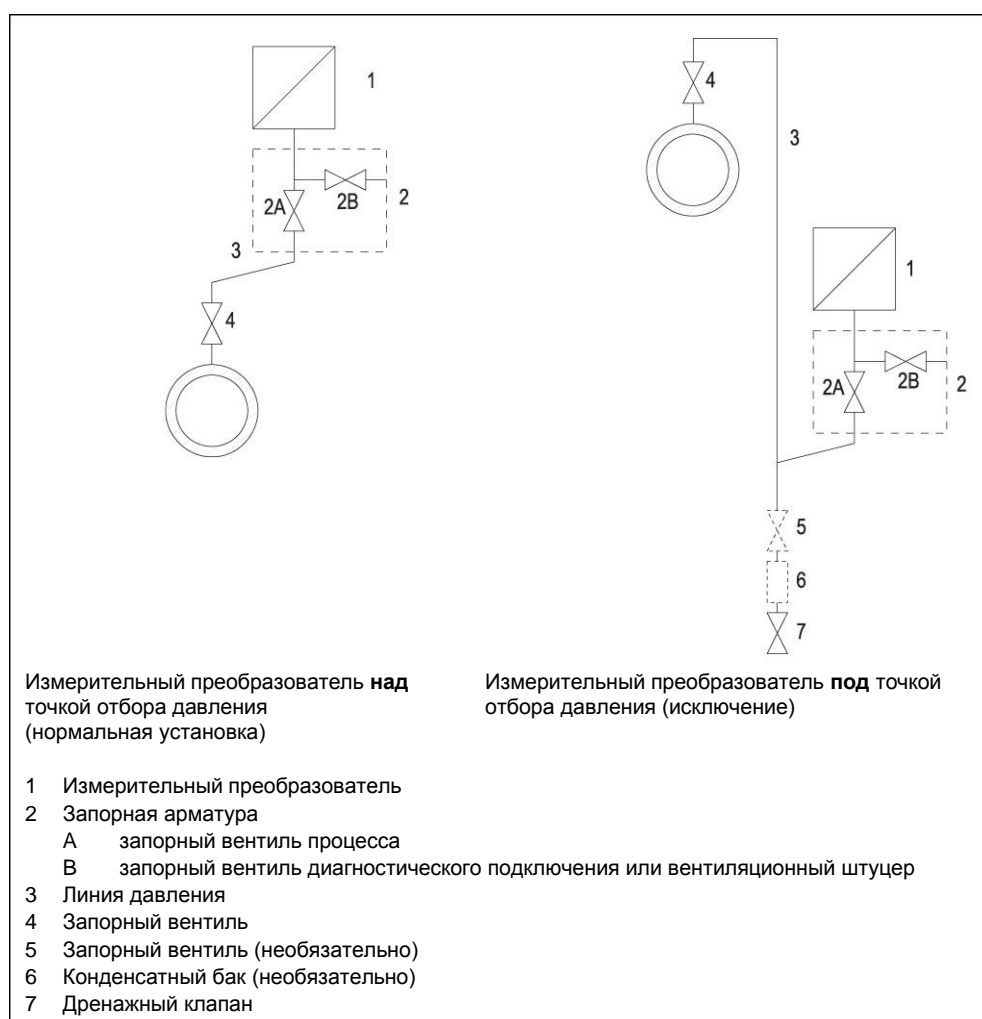

Рис. 32. Измерение газов
Неверное обращение с запорной арматурой (рис. 32, стр. 139) может привести к серьезным травмам и значительному материальному ущербу.
1. Откройте запорный вентиль (см. 2B, рис. 32).
2. Через диагностическое подключение (2) подайте на измерительный преобразователь давление, соответствующее началу диапазона.
5. Откройте запорный вентиль (4) на точке отбора давления.